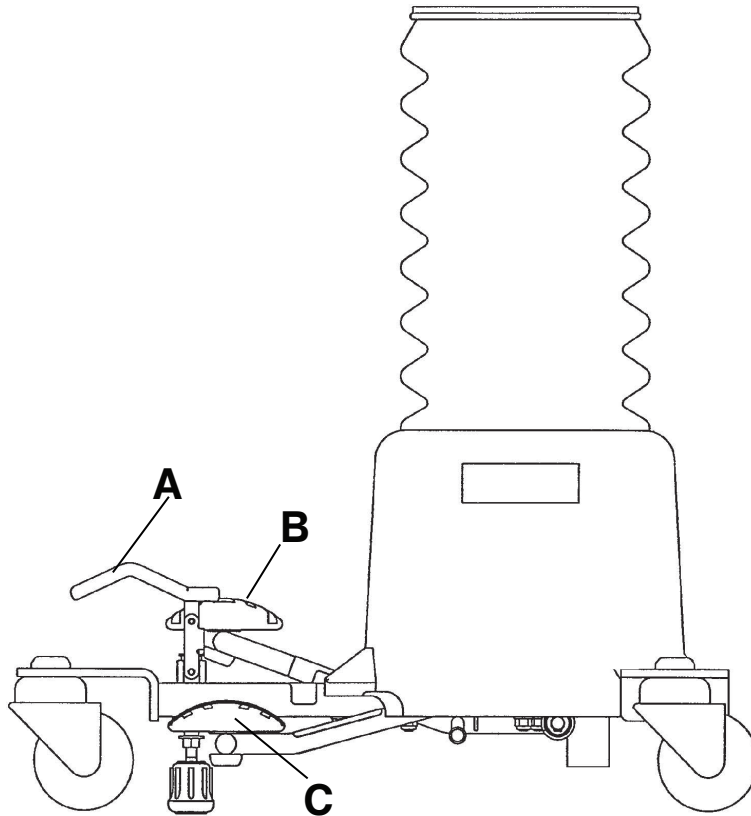

Abbildung 1 – Anziehen bzw. Lösen der Bremse
Zum Anziehen der Bremse das Bremspedal (A) niederdrücken (Abbildung 1). Drücken Sie auf den Stuhl, um sicherzustellen, dass die Bremse einrastet.
Zum Anheben der Sitzhöhe das Pumppedal (B) betätigen, bis die gewünschte Höhe erreicht ist (Abbildung 1).